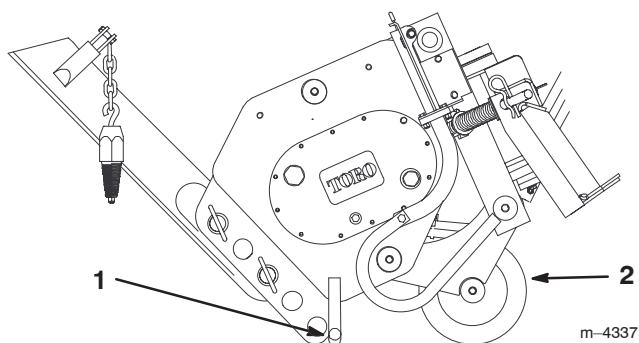

Figura 3
3. Haga oscilar el disco hacia arriba y sujételo tal como se indica en la Figura 3.